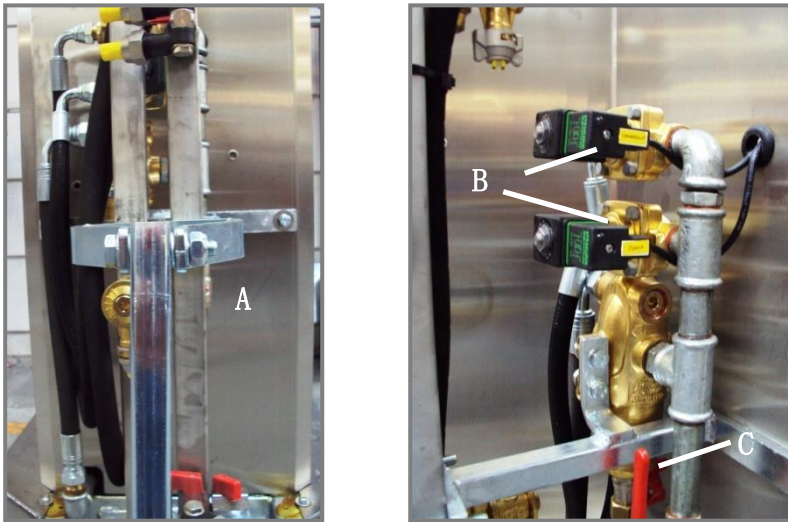

图 7.1：电动阀和软管接头
- 取下 *BeMatic Meto SW* 前侧的不锈钢盖（见图 7.1）